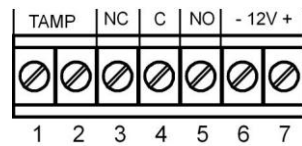

Fig. 4 Morsetti I Terminal block I Bloque de terminals I Plaque à bornes
8. Connect wire to terminal block. (Fig. 4)
#### Terminal block connections (Fig. 4)
8. Conectar los alambres en los bloques de terminales. (Fig. 4)
#### Conexiones del bloque de terminales (Fig. 4)
8. Reliez le fil au bloc terminal. (Fig. 4)
#### Connexions de la plaque à bornes (Fig. 4)